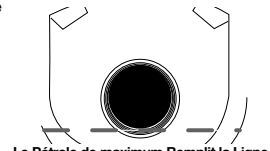
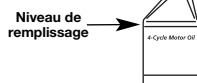

Fig. 25
Fig. 29
- Le regard dans le pétrole remplit le trou, utiliser une lampe de poche si nécessaire. Le pétrole doit être juste touchant l'intérieur plus fil (Fig. 25).
- Si le niveau d'huile ne touche pas le filetage le plus à l'intérieur dans le trou de remplissage de l'huile, ajoutez une petite quantité d'huile dans le trou de remplissage de l'huile et vérifiez à nouveau (Fig. 25). Répétez cette procédure jusqu'à ce que le niveau d'huile atteigne le filetage le plus à l'intérieur du trou de remplissage d'huile.
**REMARQUE:** Mesurez la quantité nécessaire à l'aide de la bouteille et de la buse utilisées lors de la mise en service. 90 ml (3,04 oz) correspond environ au haut de l'étiquette de la bouteille (Fig. 29). Vérifiez le niveau d'huile avec la jauge. S'il est trop bas, ajoutez un peu d'huile par l'orifice et revérifiez Ne remplissez pas trop (Fig. 25).